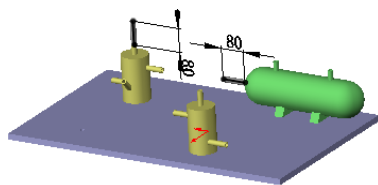

图 11.10.4 添加尺寸
Step6. 标注尺寸。在模型中添加图 11.10.4 所示的尺寸。